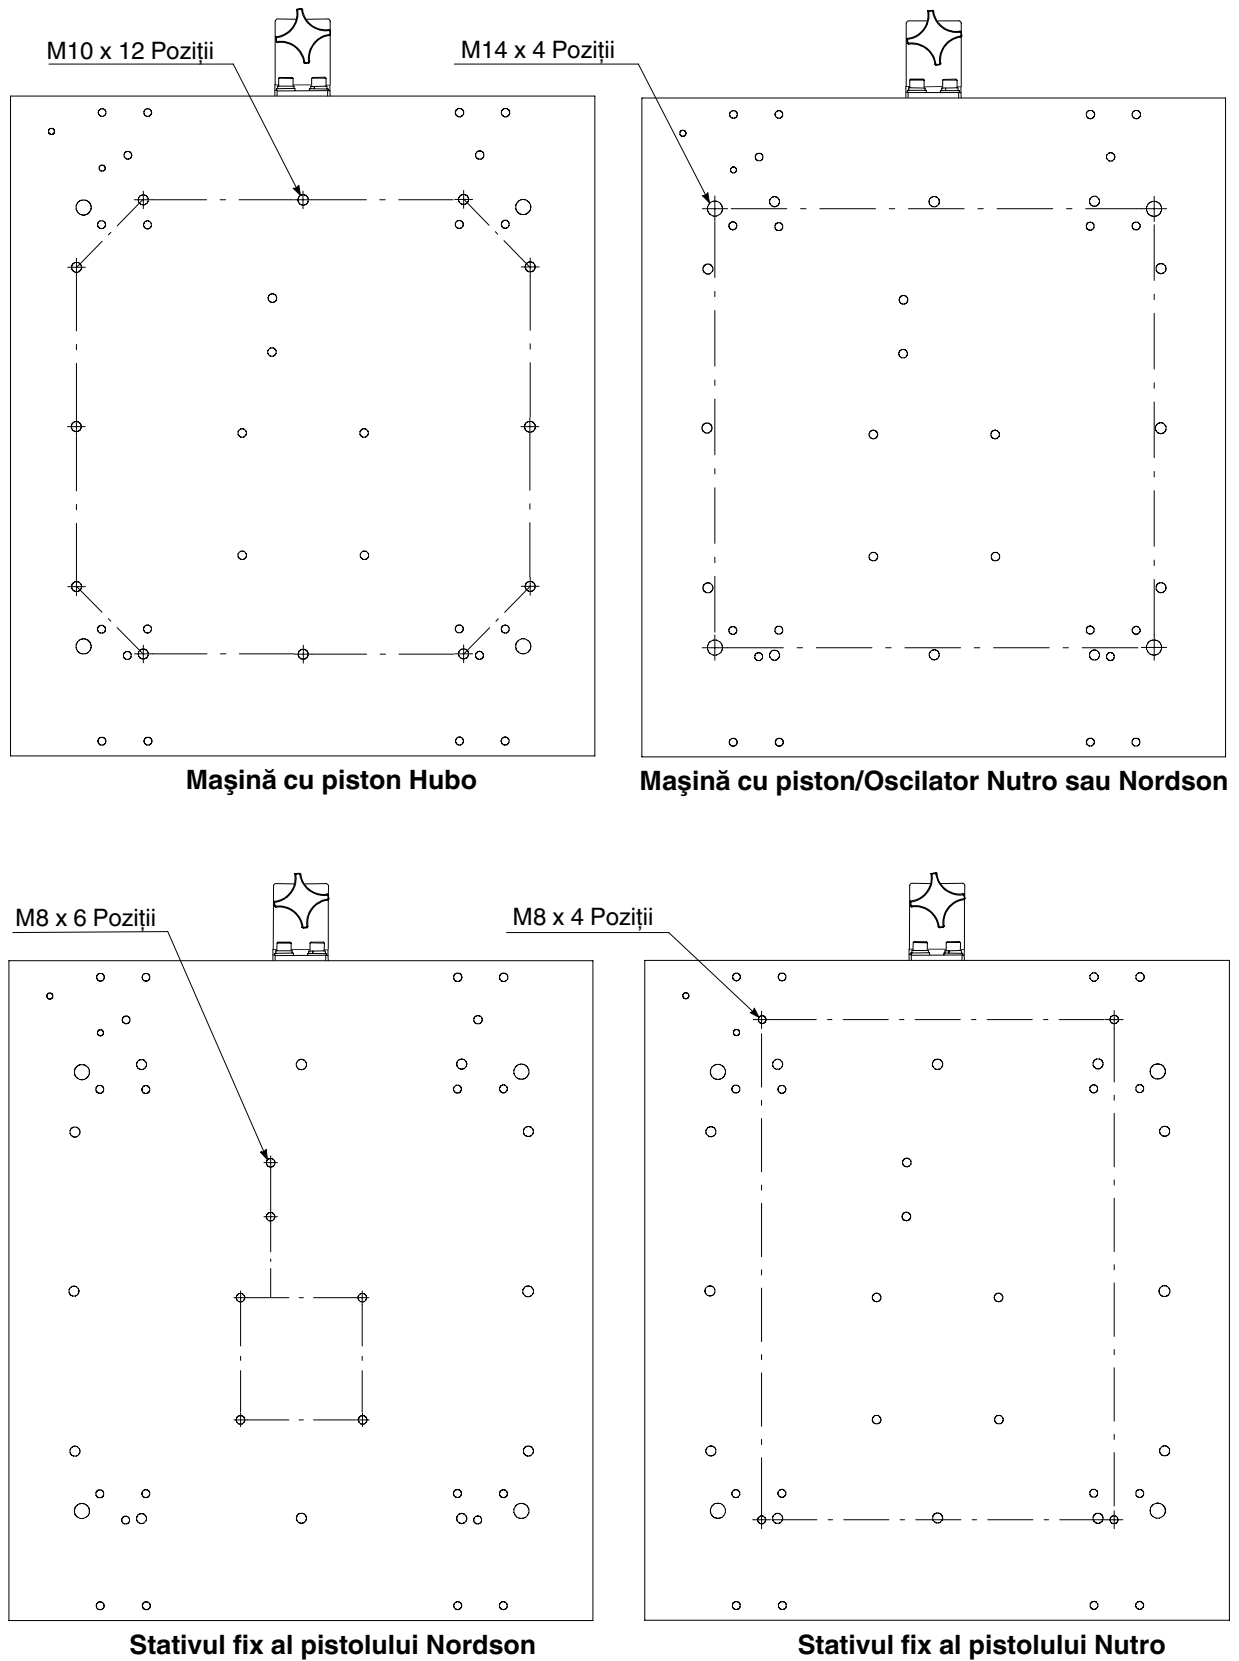

Figura 2 Structuri de orificii ale căruciorului
3. A se vedea Figura 1. Montați stativul pentru pistol oscilant sau fix pe ansamblul căruciorului (3), folosind elementele metalice care v-au fost puse la dispoziție. Figura 2 prezintă tiparul cu orificiile căruciorului pentru diferite stative fixe ale pistolului, oscilatoare și mașini cu piston.
6. Fixați poziționerul pe podea cu ajutorul șuruburilor de ancorare (4).